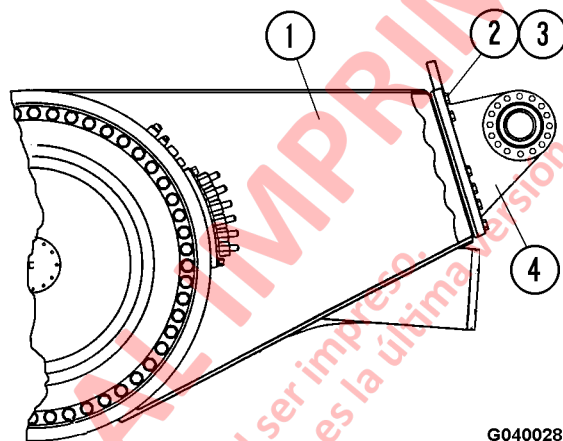

FIGURA 4-3. CONEXIÓN DEL ANILLO PIVOTE
Si se daña el anillo pivote (4, Figura 4-3), es posible que sea necesario retirarlo de la estructura del eje trasero (1) para facilitar su reparación y el reemplazo de la rótula.
1. Asegúrese de que las superficies de contacto de la carcasa del eje (1, Figura 4-3) y el anillo pivote (4) estén limpias y sin daños.
3. Levante el anillo pivote para colocarlo en su posición en la parte delantera de la carcasa del eje. Inserte varios tornillos (2) y arandelas planas (3) para alinear las piezas. Retire el dispositivo de elevación.